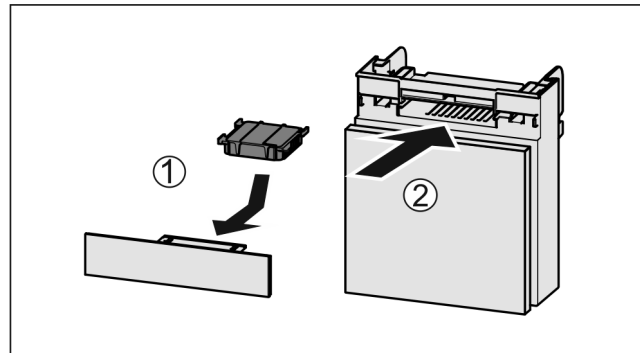

Fig. 99
- ▶ Sett inn Fig. 99 (1) aktivkullfilteret etter figuren.
- ▶ Skyv inn Fig. 99 (2) hyllen.